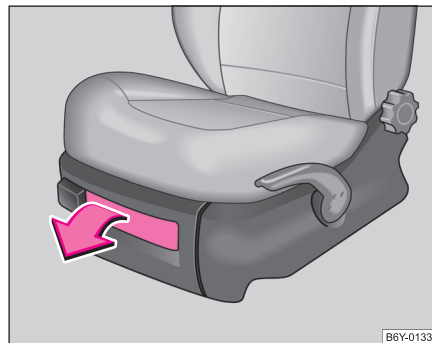

Fig. 74 Scaun față:
- Pentru deschiderea capacului, apăsați pe încuietoare și trageți capacul ⇒ fig. 74.